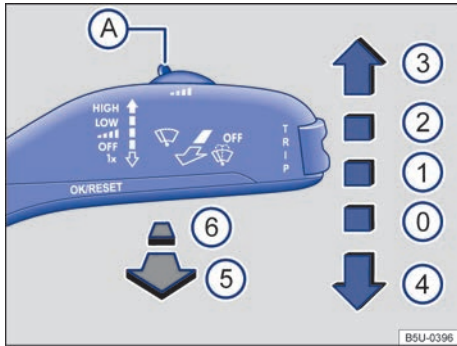

Fig. 64 Variante 1: comandar los limpiaparabrisas/lavaparabrisas.
- ① **OFF** Limpiaparabrisas desconectados.
**Variante 1:** temporizador de los limpiaparabrisas. Con el interruptor → fig. 64 **A** regular los niveles de intervalo (vehículos sin sensor de lluvia) o la sensibilidad del sensor de lluvia (vehículos con sensor de lluvia).
- ② **LOW** Limpieza lenta.